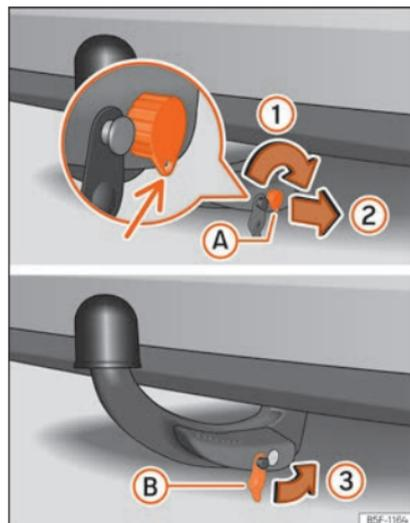

Fig. 173 Colocação do gancho de reboque.
- Rode a chave para a direita apenas meia volta, até que o orifício da chave fique abaixo »» Fig. 173 (1).
- Retire a chave (2).
- Coloque a tampa (B) na fechadura (3) »» Fig. 173 »» ⚠.